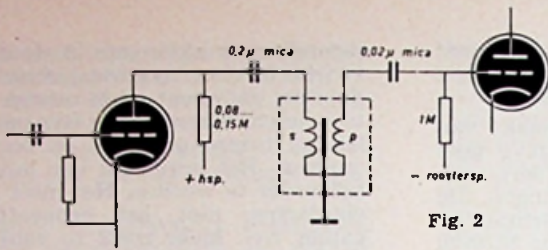
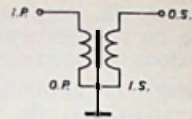

Fig. 2
Fig. 3
- 1e Een transformator waarvan de afscherming, de kern en de wikkelingen waren geaard aan massa zoals in fig. 2 aangegeven en verduidelijkt in fig. 3. (IP = input primair - OP = output primair - IS = input secundair - OS = output secundair)